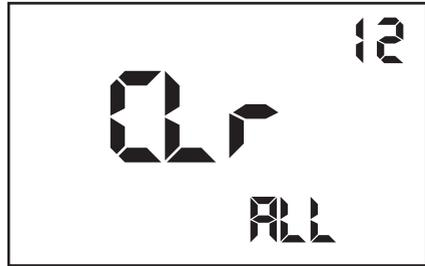

Bild 7.13: Löschen aller gespeicherten Messwerte
- ▶ Zur Bestätigung der gewünschten Menüfunktion drücken Sie die Taste "AUSWAHL" (11).
- ▶ Nun wird der in der LC-Anzeige "CLr ALL" und die laufende Nummer des Prüflings (nicht die Prüflingsnummer) angezeigt, siehe Bild 7.13.